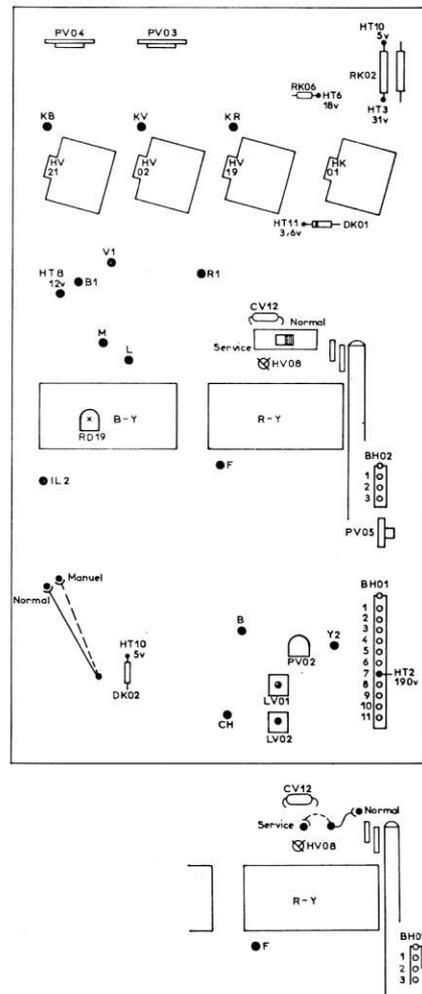

Fig. 13
- 1) Couper le balayage vertical en débranchant la connexion enfichable (repère de la connexion CC 1 sur la fig. 13), accessible après avoir fait basculer la platine PABL 1 C.
- 2) Couper la Lumière et le contraste en déplaçant la connexion enfichable sur la cosse sabre située près du transistor HV 08 (platine CHMA 20 AC - fig. 13). La connexion est située au-dessus du boîtier discriminateur R - Y (fig. 13).